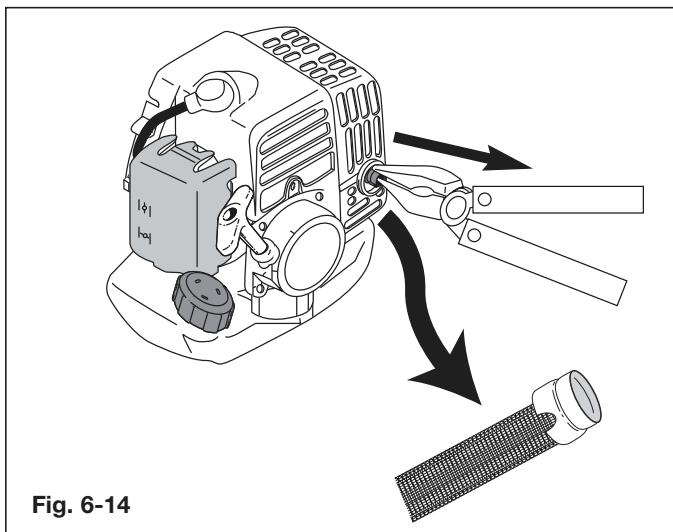

Fig. 6-14
2. Use un alicate pungiagudo para agarrar el cuello del parachispas y hágalo del silenciador. (Fig. 6-14).